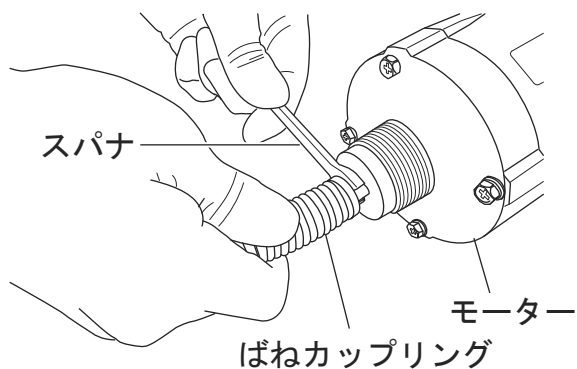

図 4
2. モーターに取付られているばねカップリングを外す。(図4)
2. モーターにばねカップリングを取付ける。(図4)